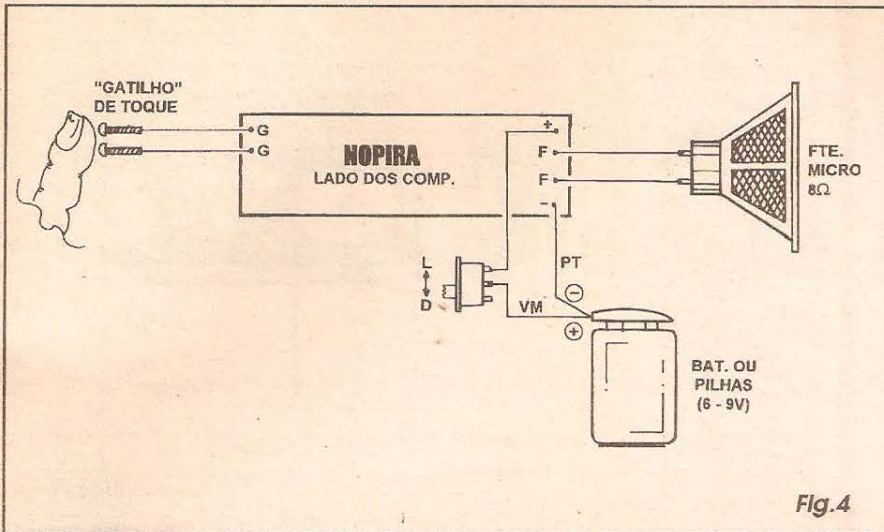

Fig.4
- FIG. 4 - CONEXÕES EXTERNAS À PLACA - Com a placa ainda vista pela sua face não cobreada, agora abordamos as conexões externas, feitas da placa para fora... As únicas ligações polarizadas referem-se aos cabinhos da alimentação, provenientes do clip da bateria, ou do suporte das pilhas, sempre lembrando que o fio com isolamento vermelho indica o positivo, e o preto o negativo... O interruptor geral deve ser intercalado no fio do positivo da alimentação. As conexões do falantinho não são polarizadas (pelo menos num circuito tão simples e desprezencioso feito este...), e devem ser feitas por cabinhos isolados finos e flexíveis, aos pontos F-F... Finalmente, os dois contatos metálicos de toque (que - como já foi dito - podem ser supridos por dois parafusinhos comuns, usando-se suas cabeças para o toque...) devem ser ligados, também por fiozinhos no conveniente comprimento, aos pontos G-G da placa... Notar que os comprimentos dos diversos fios de conexão externa dependerão muito das próprias dimensões finais da pistola, e do
mente ocupada pelo integrado 4060...) no *lay out* do circuito impresso específico (placa A), também no sentido de eliminar-se a conexão original entre os pinos 12 e 3 do integrado, promovendo-se a conexão do pino 12 via resistor de 10K (observar as posições das novas ilhas e pistas acrescentadas...) ao **negativo** geral da alimentação... Finalmente, na **FIG. C** (comparar com a **FIG. 4 - pág. 36 - APE 29**) são mostradas as alterações relativas ao *chapeado*, ou seja: no lado não cobreado da placa... Ob-